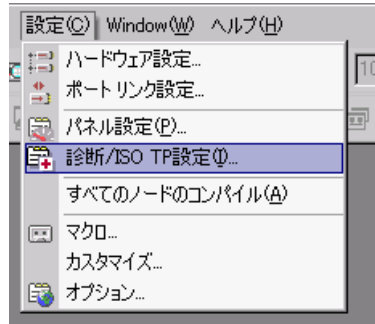
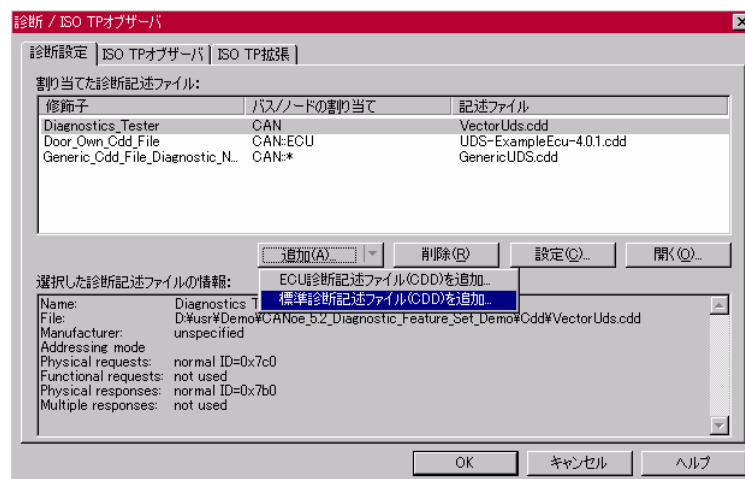

図 13 メニュー画面
図 14 診断/ISO TP オブザーバダイアログ
1) メニューより [設定] - [診断/ISO TP 設定] (図 13 メニュー画面) を選択し、診断/ISO TP オブザーバダイアログ (図 14 診断/ISO TP オブザーバダイアログ) を表示させます。